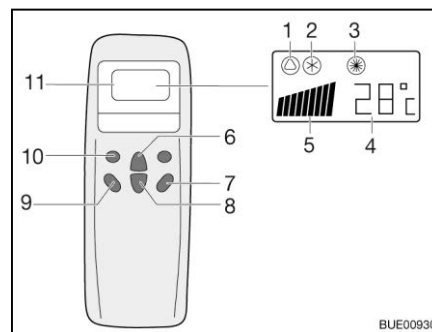
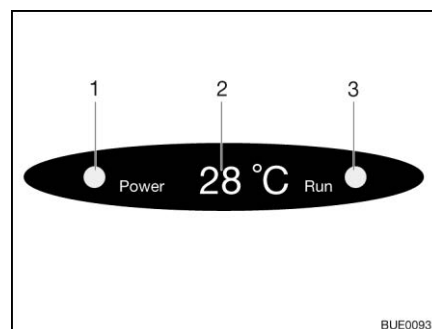

Bild 228 Fjärrstyrning
Bild 229 Diffusörens display
- Tryck på knappen "ON/OFF" (Bild 228,7).
- Tryck så många gånger på knappen "Mode" (Bild 228,10) tills önskad driftsläget (Bild 228,1, 2 eller 3) visas på displayen. Motsvarande kontrollampa tänds på diffusörens display (Bild 229,3).
- Ställ in önskad temperatur med knappen Temperaturökning (Bild 228,6) eller Temperatursänkning (Bild 228,8).
- Med knappen Fläktvarvtal (Bild 228,9) väljs önskad fläktkapacitet.